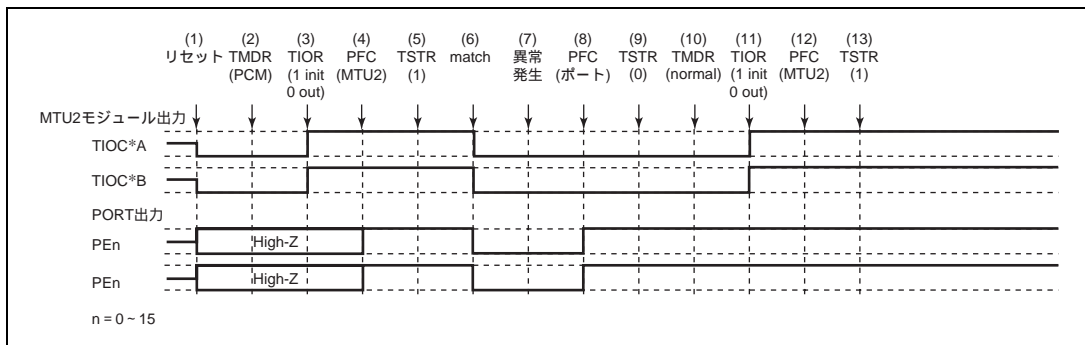

図 10.153 位相計数モードで異常が発生し、ノーマルモードで復帰する場合
位相計数モードで異常が発生し、再設定後ノーマルモードで再スタートする場合の説明図を図 10.153 に示します。
(1) ~ (9) は図 10.153 と共通です。
(10) PWM モード 1 を設定します。
(11) TIOR で端子を初期化してください (PWM モード 1 では TIOC\*B 側は初期化されません)。
(12) PFC で MTU2 出力としてください。
(13) TSTR で再スタートします。
(19) 位相計数モードで動作中に異常が発生し、PWM モード 2 で再スタートする場合の動作
(10) PWM モード 2 を設定します。
(11) TIOR で端子を初期化してください (PWM モード 2 では周期レジスタの端子は初期化されません)。
(20) 位相計数モードで動作中に異常が発生し、位相計数モードで再スタートする場合の動作
(10) 位相計数モードで再スタートする場合には必要ありません。
(11) TIOR で端子を初期化してください。